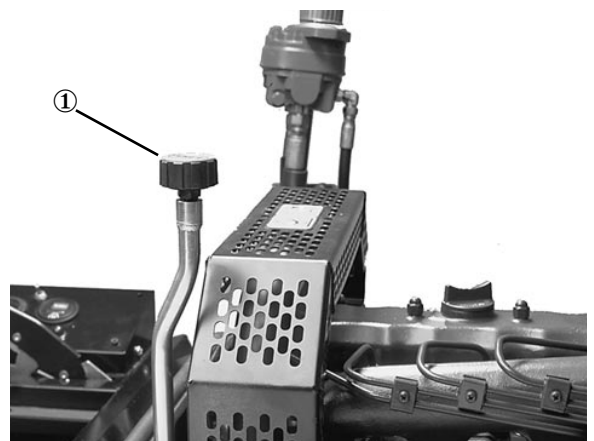

Bild 36
AUSTAUSCHEN DES HYDRAULISCHEN ENTLÜFTERROHRS (BILD 36)
1. Messen Sie den Abstand von Reifenmitte zu Reifenmitte (auf Achshöhe) an der Vorder- und der Rückseite der gelenkten Räder (Bild 36). Das Maß vorne muß um 3 mm geringer sein als das hintere Maß.